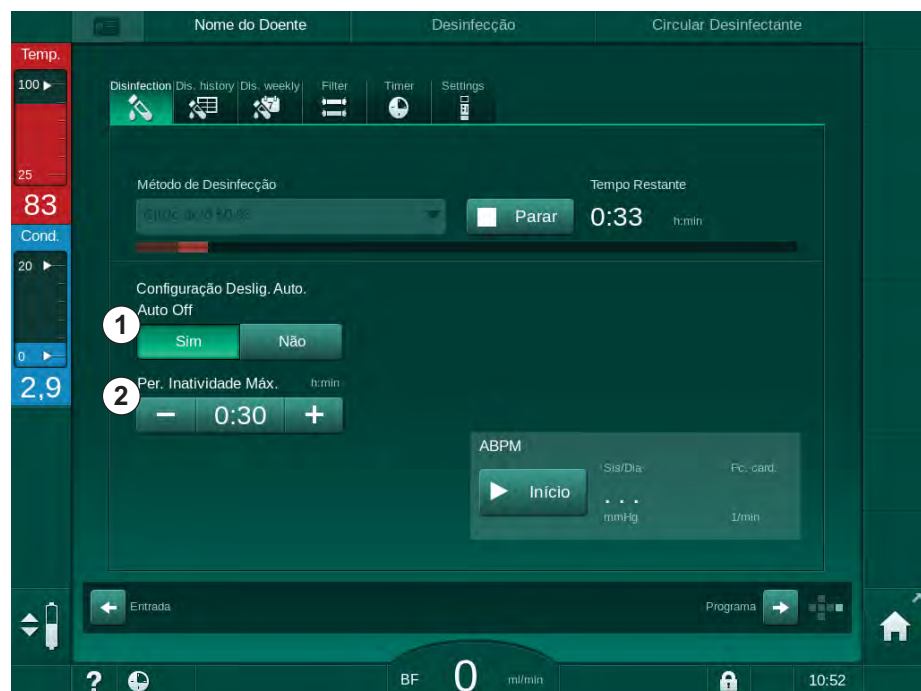

Fig. 7-15 Desinfecção em curso - *Desligar automático* ativado
Depois de selecionar o ecrã de desinfecção, é indicada a predefinição para a função *Auto Off* (*Sim* ou *Não*, assim como o tempo de inatividade máximo, se selecionar a opção *Sim*). A definição da função pode ser alterada a qualquer momento antes ou após o início da desinfecção tocando em *Auto Off, Sim* ou *Não* (Fig. 7-15 , ①).